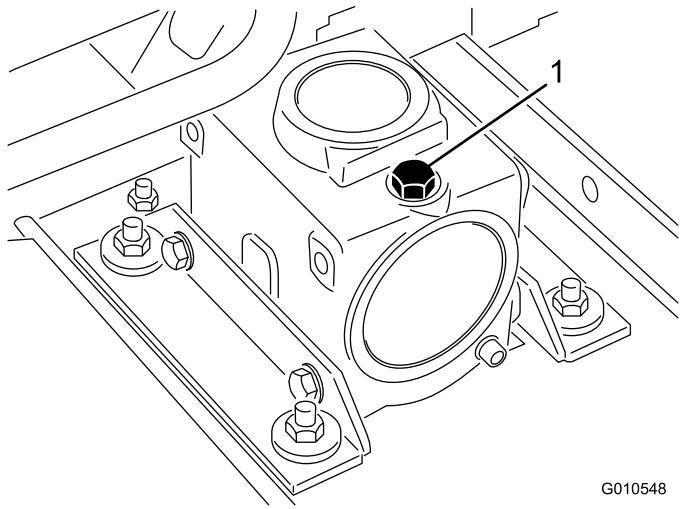

図 24
- マシンとカッティングユニットを平らな場所に駐車させ、カッティングユニットを降下させる。ギア・ボックスの上部についているディップスティック兼給油プラグ(図 24)を取り、オイルの量が、ディップスティックについている2本のマークの間にあることを確認する。油量が少なければ、SAE 80-90 wt. ギア用潤滑油を 2 本のマークの中間まで補給する。容量は 283 ml です。